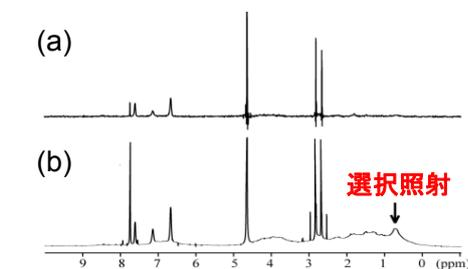

図4 ヒト血清アルブミンとサリチル酸の相互作用 (STD法)
- STD法の測定手法を図3に、応用例を図4に示します。タンパク質によるシグナルが効率よく除去され、リガンド分子のシグナルが鮮明に表れていることが分かります。